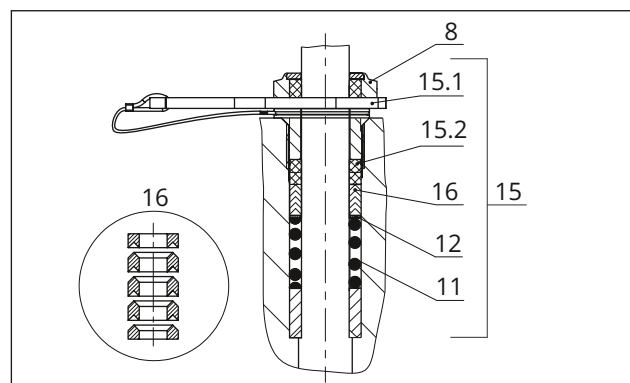

Fig. 27: Empanque ADSEAL
4. Inserir o anel espaçador vermelho (15.1) entre o casquilho roscado (8) e o anel de retenção (consulte a Fig. 27).
13. Coloque o flange (2) sobre o corpo.
14. Deslize cuidadosamente as peças de empanque sobre a haste do obturador para dentro da câmara do empanque utilizando uma ferramenta adequada. Observe a sequência correta (consulte a Fig. 26 e a Fig. 27).
15. Pressione firmemente o obturador (5) na sede (4). Fixe o flange (2) com as porcas do corpo (14). Aperte as porcas gradualmente num padrão cruzado. Respeite os binários de aperto.
16. Enrosque o casquilho roscado (8) e aperte-o. Respeite os binários de aperto.
17. Aperte frouxamente a contraporca (10) e a porca (9) na haste do obturador